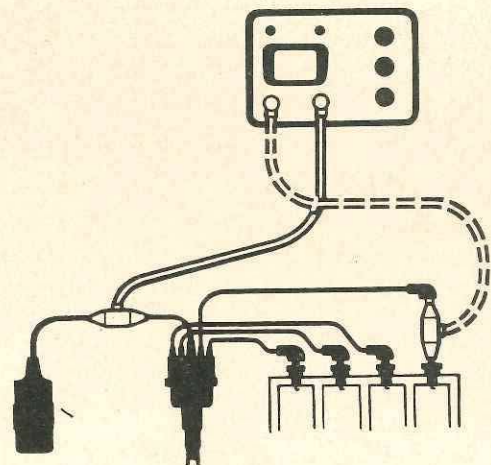

Bild 93 Der Sekundäranschluß zum Bosch-Zündoszillographen
**Zum Messen der Zündspannung** muß ein Geber für die senkrechte Ablenkung in die Hochspannungsleitung von der Zündspule zum Verteiler geschaltet werden. Meist wird das sekundäre Schaubild des Oszillographen für den Zündungstest genutzt (Bild 93). Aber vereinzelt wird auch das primäre Schaubild zur Ergänzung herangezogen. In diesem Falle wird die Spannung zwischen dem Unterbrecheranschluß der Zündspule und der Masse des Motors gemessen (Bild 94).